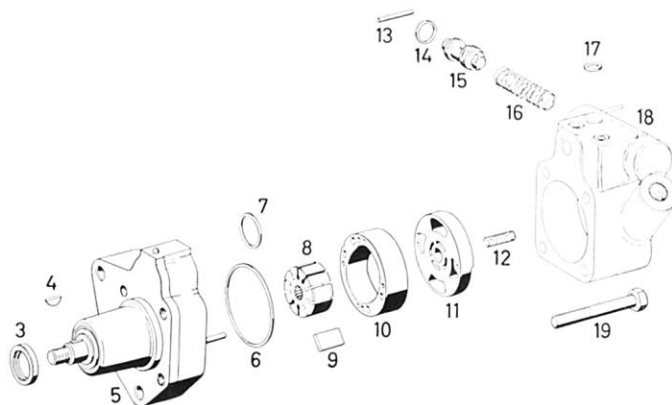

Bild 46-22/2
2 Sechskantschrauben (19), mit denen der Gehäusedeckel (5) am Pumpengehäuse (18) befestigt ist, herausschrauben und Pumpengehäuse abnehmen (Bild 46-22/2).
3 Druckfeder (5) von der Druckplatte (3) abnehmen. Druckplatte, Kurvenring (6) und Gehäusedeckel (15) zusammen zeichnen (siehe Pfeile im Bild 46-22/3).